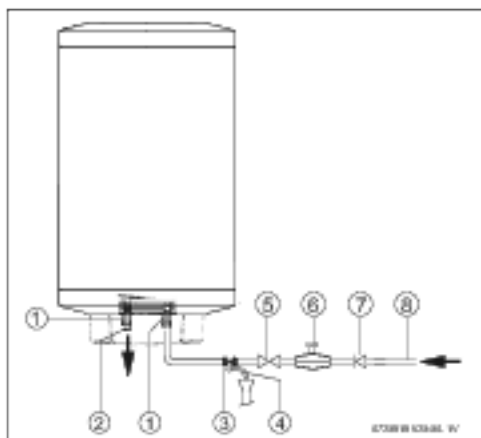

Рис. 9 Подключение воды
Для предотвращения неисправностей, вызванных неожиданным колебанием и давлением в водопроводной сети, рекомендуется установить перед баком обратный клапан (рис. 9, [7]).
- Установите предохранительный клапан на подаче холодной воды к баку (рис. 9).
Если давление воды превышает 80 % от максимального допустимого давления бака (6,4 бар), то установите редукционный клапан (рис. 9).
- ▶ Закройте водопроводный кран (→ рис. 9).